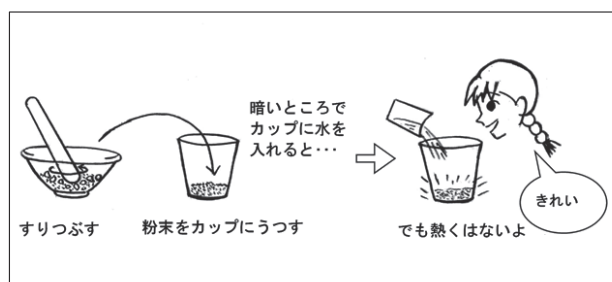

図3
- (4) 乳鉢（すり鉢）に乾燥ウミホタルを小さじ一杯入れ、乳棒（すりこ木）で粉末になるまですりつぶし、粉末を筆で集めたら、透明カップ（90mL）にさじや筆でうつします。紙カップに水を 10mL くらい入れておき、暗箱の中で透明カップに水をすばやく入れて観察しましょう（図 3）。